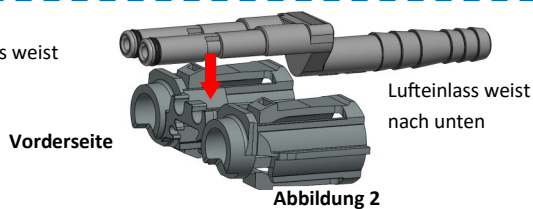

Abbildung 2
- Luftschlauch (Abbildung 2) ausrichten, so dass der Lufteinlass in Richtung des Halters weist